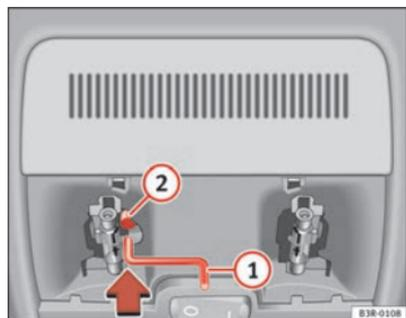

Fig. 83 Detalle del revestimiento del techo: Manivela para accionamiento de emergencia
- Introduzca la manivela ① en el orificio hexagonal ② hasta llegar al tope ⇒ fig. 83.